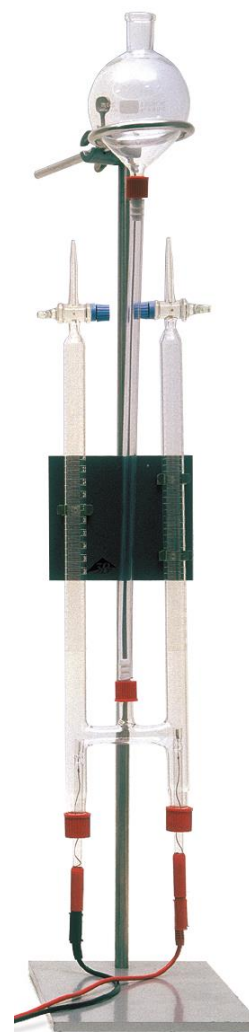

Fig. 1: Aparado de eletrólise da água de Hofmann.
- Fixar o recipiente de nível inicialmente na maior altura possível na haste do suporte (Fig. 1). Puxar o anel do suporte o máximo para frente, para fora da luva.